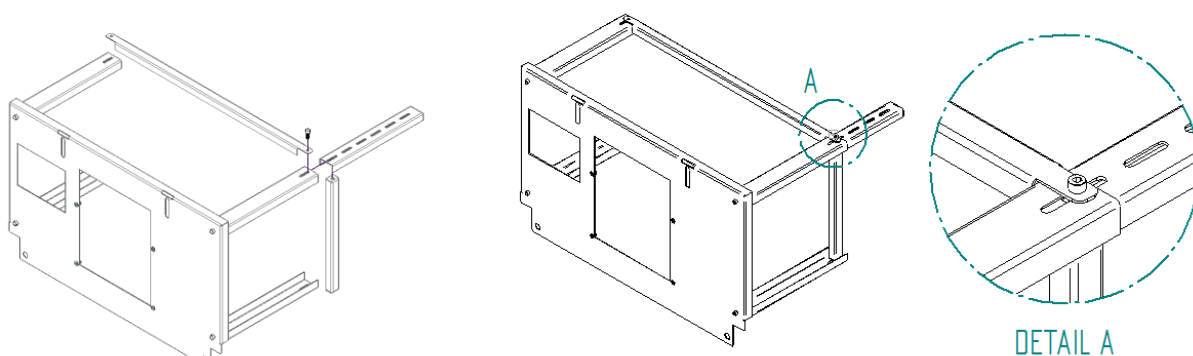

Figura 3 – Montagem mesa auxiliar
2. Colocar um dos travamentos curtos pelo interior de uma das extensões de perna e inserir entre as duas extensões de perna de um lado, como pode ser visto na imagem abaixo. Coloca-se um dos travamentos compridos por fora e fixar o conjunto com um parafuso DIN912 M8x20mm. Não aperte o parafuso com força, para facilitar o resto da montagem do conjunto. As extensões das pernas têm 5 furos, deve-se selecionar qual aplicar, bem como, a altura total da mesa, conforme mostra Figura 3.